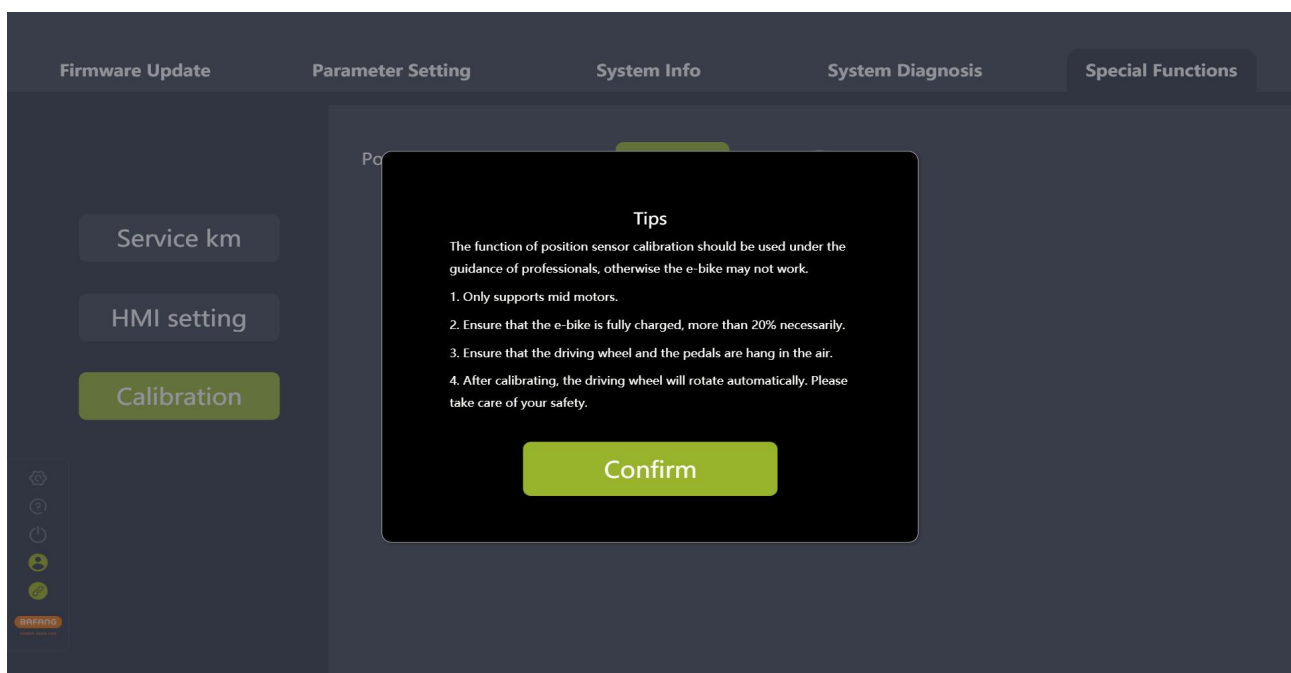

图 8-6 提示
- (3) “位置传感器标定” 右边有一个图标, 点击可以查看提示信息 (如图 8-6)。